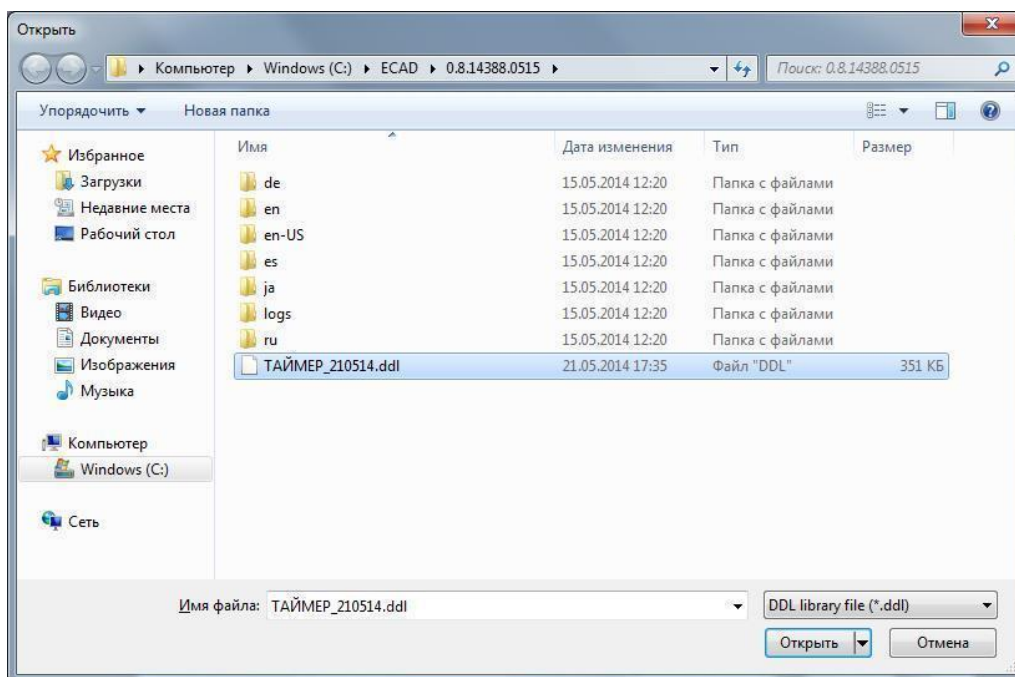

Рис. 102. Окно выбора файла импорта
3. В открывшемся стандартном окне операционной системы выберите файл для импорта библиотеки, см. Рис. 102. Для импорта используются файлы формата **.ddl**.